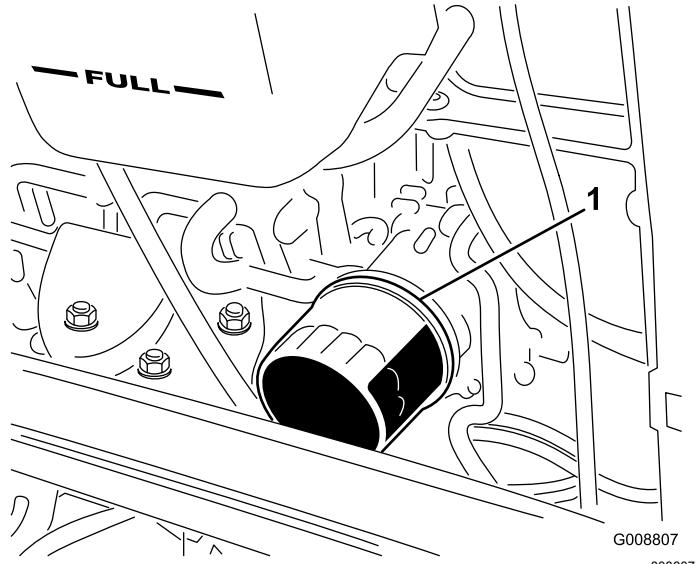

図 53
2. オイルフィルタ 図 53 を外す。新しいフィルタの シールに薄くエンジンオイルを塗って取り付 ける。締めすぎないように注意すること。